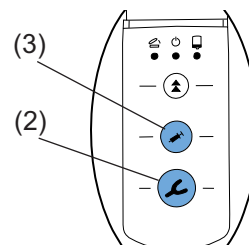

Fig. 8
- Si se pulsa la tecla de exprimido Cuchara de impresión (2, ilustración 8) o Dispensador (3, ilustración 8) sin haber seleccionado antes ningún programa, el programa activará automáticamente el programa . Se encenderá el diodo situado junto a la tecla .